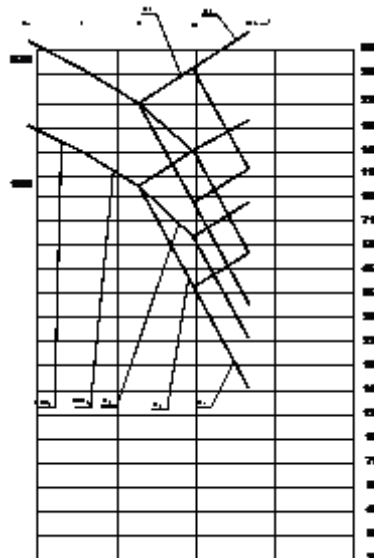

Рис. 1 График частот вращения
- 11. Определите диапазон регулирования привода (Рис. 1).
- 12. Определите диапазон регулирования электродвигателя (Рис. 1).
- 16. Запишите формулу для определения передаточного отношения передачи u_3 , используя формулу $U = \varphi^k$, где $\varphi = 1,26$; k – число интервалов, которые пересекает изображение передачи на графике (Рис. 1).